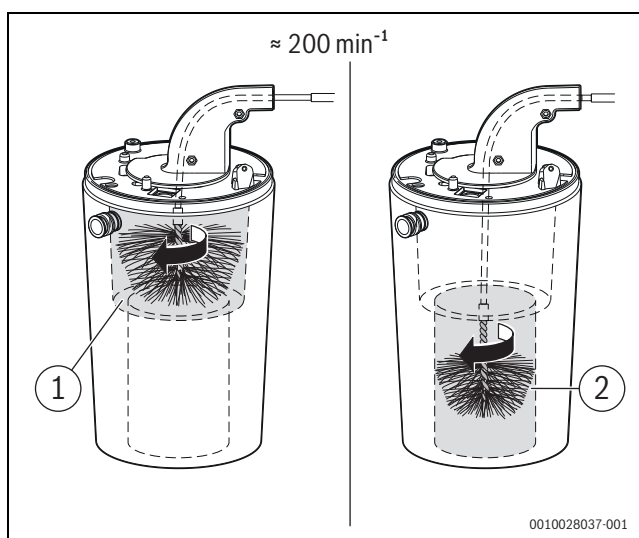

Bild 158 Wärmeblock reinigen (ca. 200 min⁻¹, nur Rechtslauf)
- Mit kleiner Bürste für den unteren Bereich wiederholen (→ Bild 158, [2]).